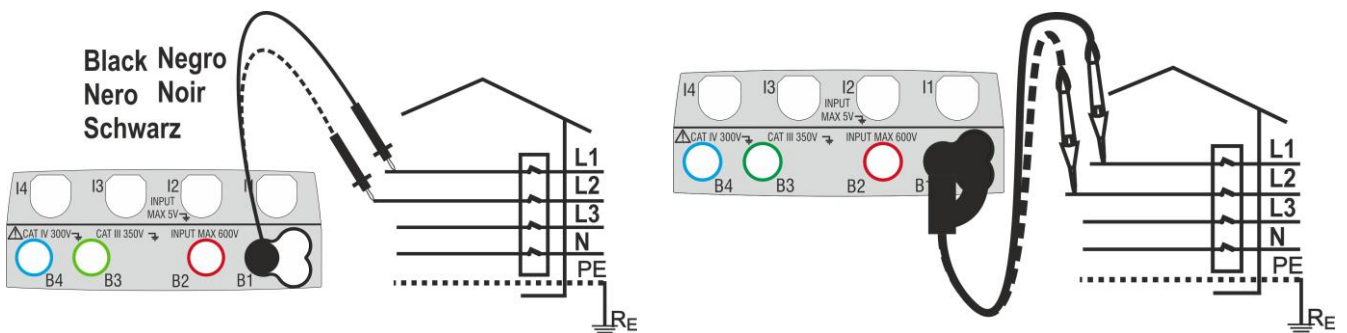

Fig. 23: Verifica del senso ciclico delle fasi 1T con terminale e puntale remoto
3. Inserire i connettori blu e nero dei cavi singoli nei corrispondenti terminali di ingresso dello strumento B4, B1 (misura 2T). Inserire all'estremità dei cavi rimasta libera i corrispondenti coccodrilli o puntali. Eventualmente utilizzare il puntale remoto inserendone il connettore multipolare nel terminale di ingresso B1. Connettere i coccodrilli, puntali o il puntale remoto alla fase L1 e N in accordo alle Fig. 23 e Fig. 24
In queste condizioni connettere i coccodrilli, puntali o il puntale remoto alla fase L2 e N in accordo alle Fig. 23 e Fig. 24